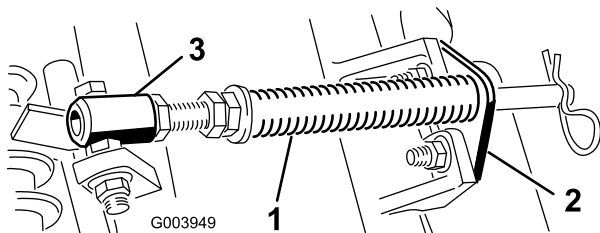

Figura 5
- A. Retire los 2 pernos de cuello cuadrado y las tuercas que sujetan el soporte de la varilla a las pestañas de la unidad de corte (**Figura 5**).
- B. Retire la tuerca con arandela prensada que fija el perno del tubo del muelle a la pestaña del bastidor de tiro (**Figura 5**). Retire el conjunto.